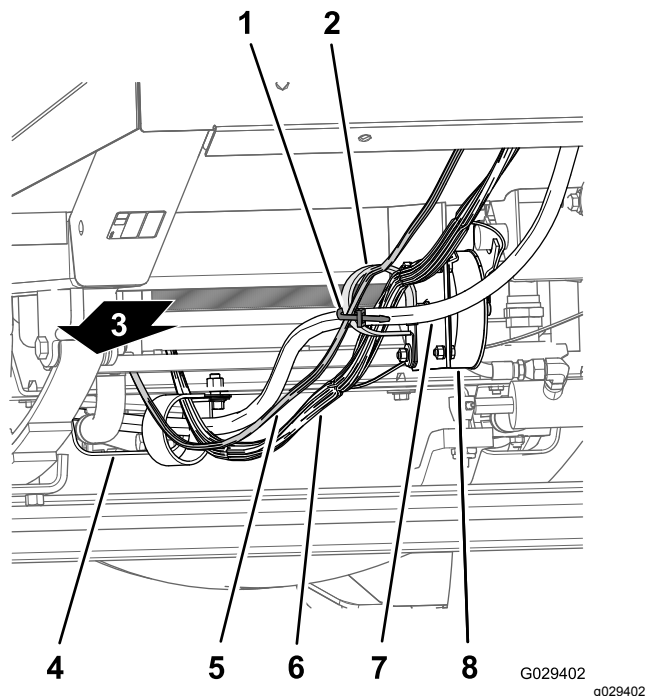
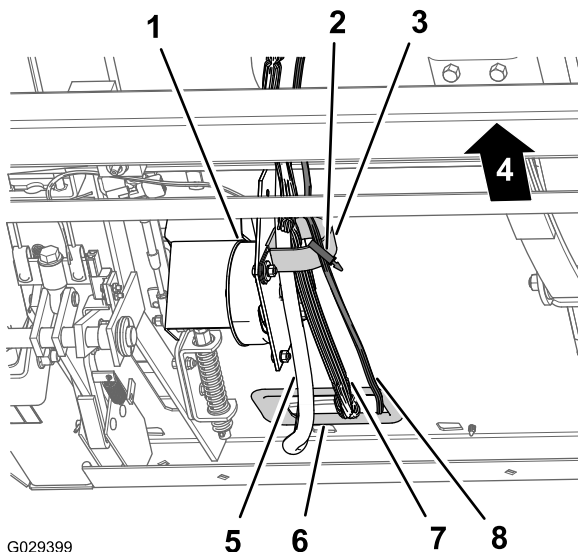

Figura 195
Figura 196
1. Disponete la diramazione di 240 cm del cruscotto del cablaggio preassemblato lungo il cablaggio preassemblato e i flessibili dello sterzo della macchina (sotto il radiatore), attraverso il serratubi a R nella parte inferiore del supporto del radiatore, attraverso il serratubi a R nella bobina di controllo della velocità di trasferimento (Figura 195 e Figura 196).
2. Disponete la diramazione di 240 cm del cruscotto del cablaggio preassemblato al serratubi a R nella bobina di controllo della velocità di trasferimento (Figura 195 e Figura 196).